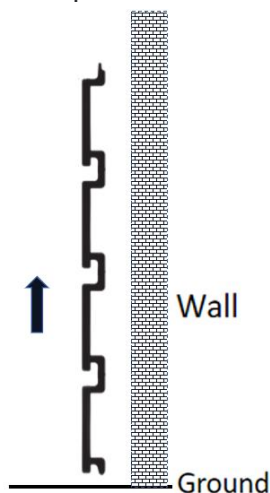

Figure 1
1. Installez la direction du panneau mural à lattes s , voir Figure 1 .